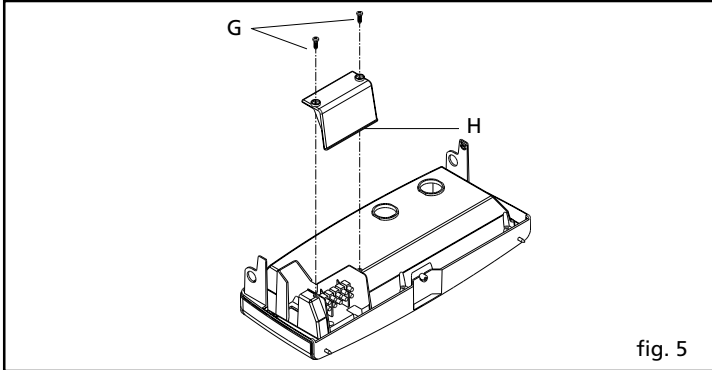

fig. 5
- svitare le viti (**G**) che fissano il coperchietto (**H**) alla scatola dell'alimentatore, quindi rimuoverlo (fig. 5)
- rimontare il coperchio copertura alimentatore (**H**) (fig. 5)